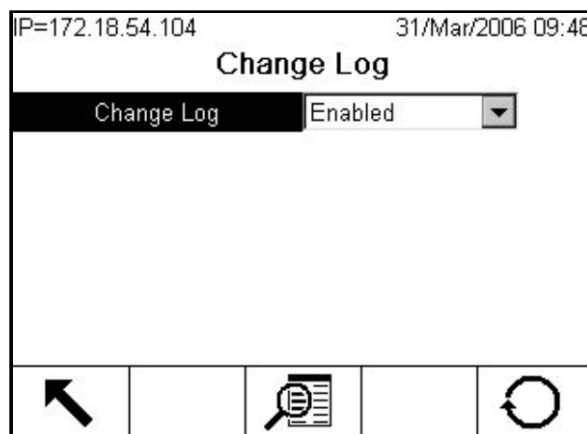

Figura C-29: Schermata di Configurazione registro modifiche
Il Registro modifiche nel file del terminale IND780 tiene traccia di tutte le modifiche effettuate ai parametri di configurazione del sistema. È possibile attivare o disattivare il registro modifiche nelle impostazioni in **Manutenzione > Configurazione > Registro modifiche**. La Figura C-29 mostra la schermata di configurazione del registro modifiche.
1. Premere il soffkey IMPOSTAZIONE ↗ e selezionare il nodo **Manutenzione > Configurazione > Registro modifiche** (vedere Figura C-29).